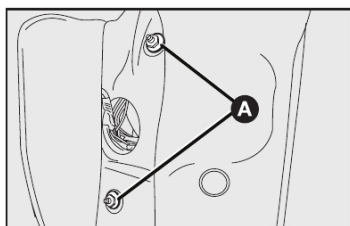

fig. 33
- 1) Por dentro do porta-malas, levantar a abertura no carpete e soltar as porcas **A-fig. 33**;